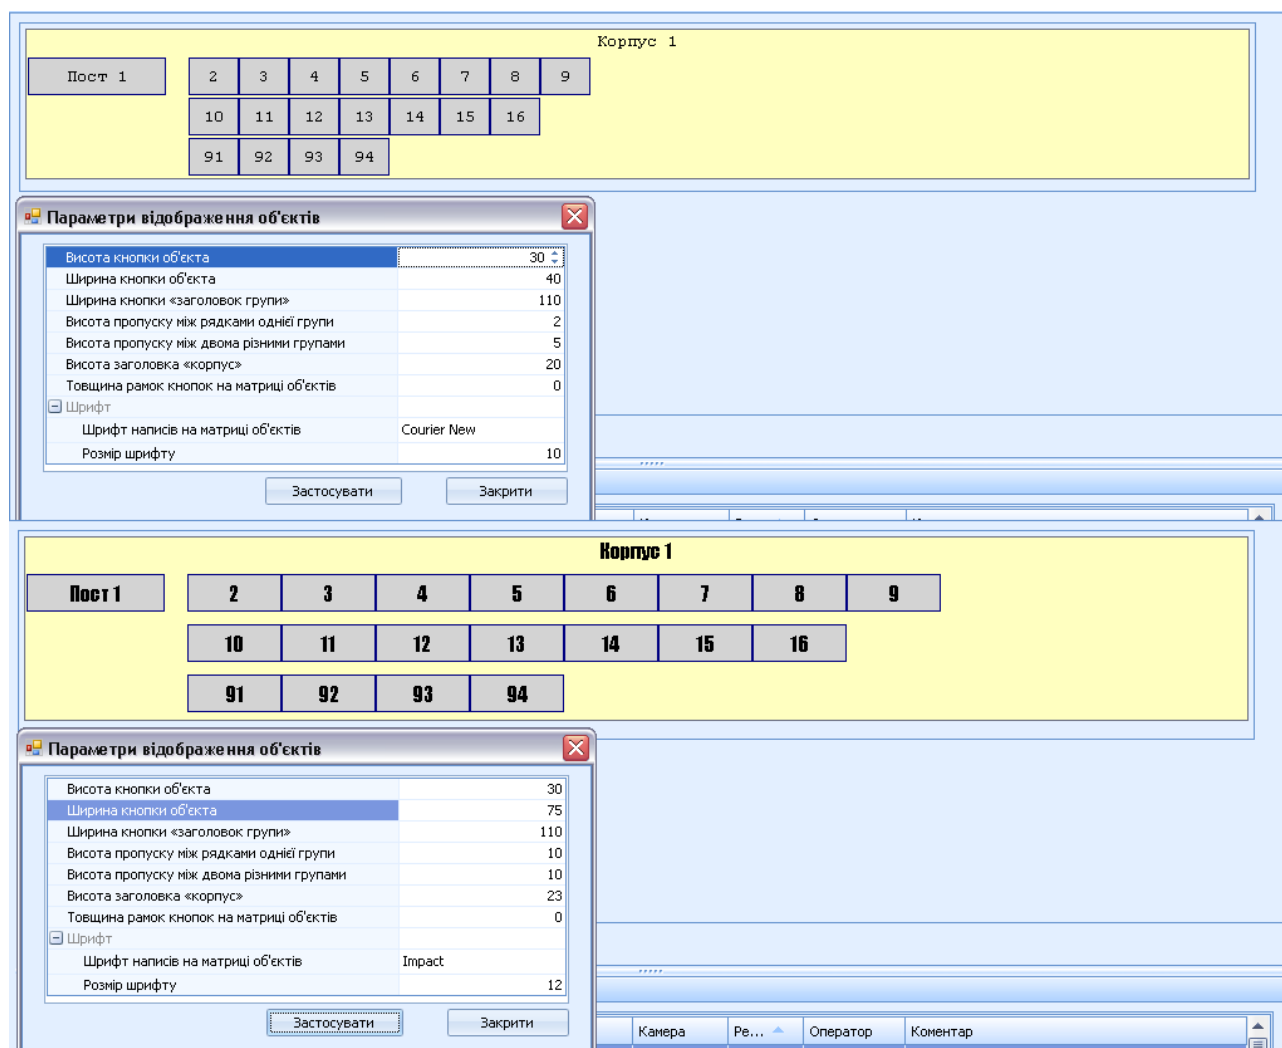

Рисунок 12: Различные варианты отображения матрицы объектов
6.5.2. Для настройки внешнего вида служит диалоговое окно «Настройки, Параметры отображения». Различные варианты настроек отображения приведены на рис. 12.